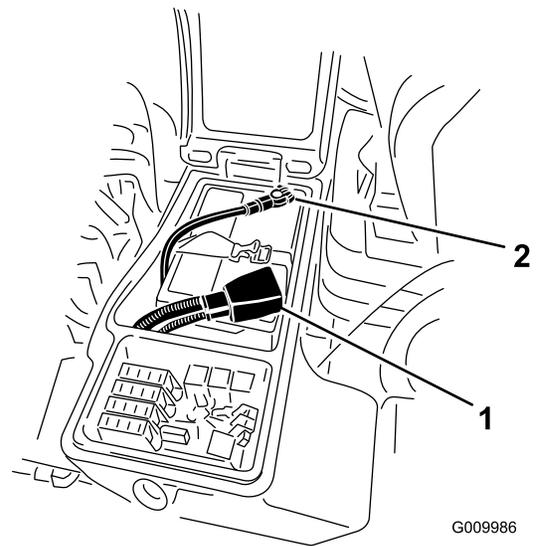

Figura 66
4. Instale o cabo positivo (vermelho) no terminal positivo (+) e o cabo negativo (negro) no terminal negativo (-) da bateria (Figura 66). Prenda os cabos nos pólos com parafusos e porcas. Certifique-se de que o terminal positivo (+) se encontra corretamente colocado no polo e de que o cabo se encontra corretamente encaixado na bateria. O cabo não deverá estar em contacto com a cobertura da bateria. Coloque a proteção de borracha sobre o terminal positivo para evitar um curto-circuito.